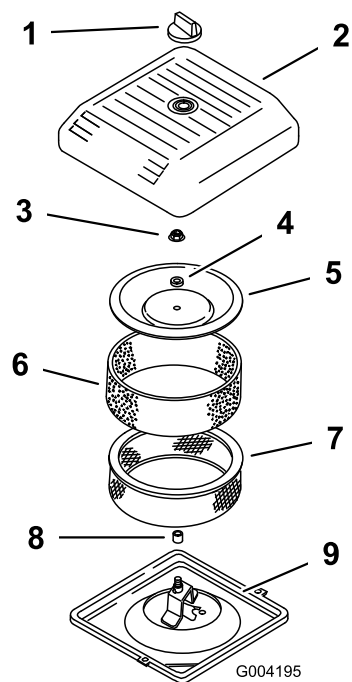

Рисунок 19
3. Отверните ручку и снимите крышку воздухоочистителя (Рисунок 19).
4. Осторожно снимите фильтр предварительной очистки из вспененного материала с бумажного элемента (Рисунок 19).
5. Отверните гайку крышки и снимите крышку, проставку и бумажный элемент (Рисунок 19).
2. Установите узел воздухоочистителя на его основание (Рисунок 19).
3. Установите крышку, проставку и закрепите их гайкой крышки (Рисунок 19). Затяните гайку с моментом 11 Н·м.
4. Установите крышку воздухоочистителя и закрепите ручкой (Рисунок 19).